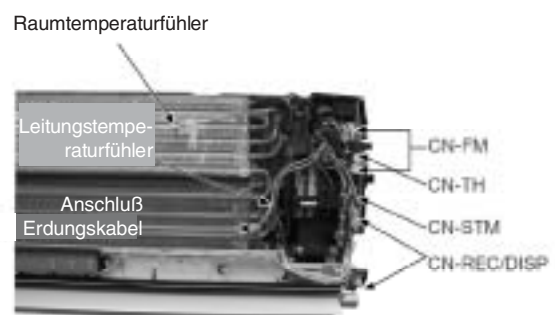

Abb. 4
- Um die Platine vollständig herausnehmen zu können werden folgende Verbindungen getrennt (Abb. 4):